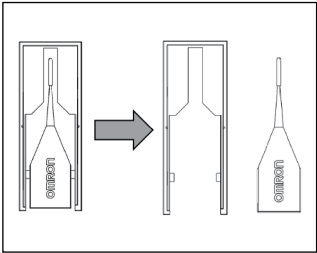

图1
- (1) 折断编码键与保护座的连接部位，将其取下来。(图1)